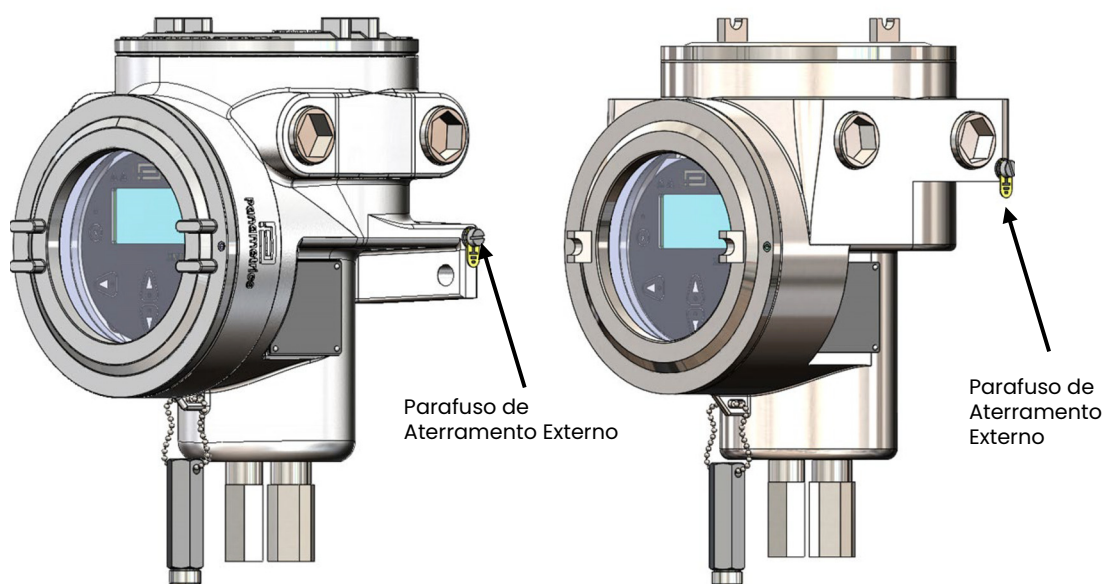
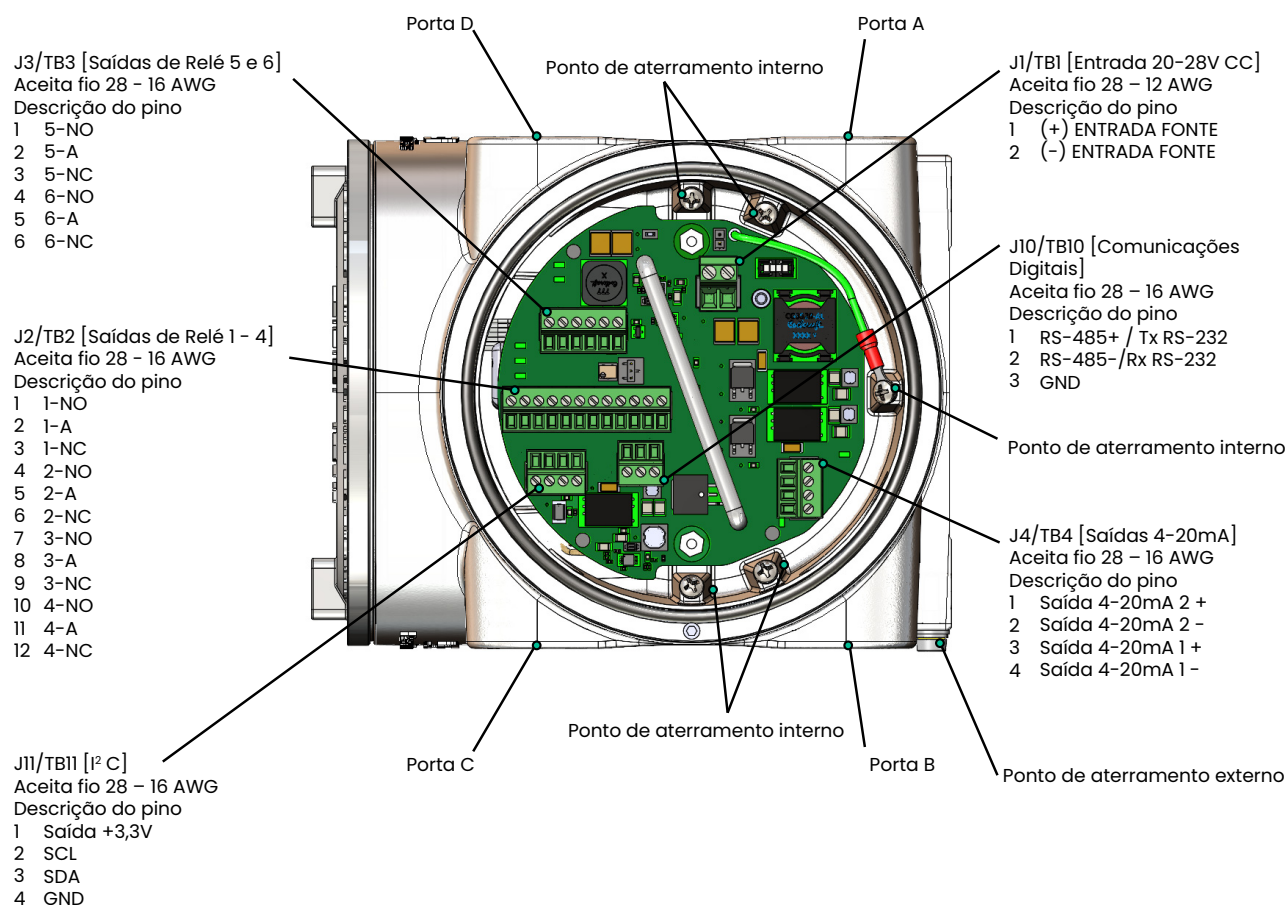

Figura 7: Locais do Parafuso de Aterramento Externo para as Versões de Alumínio e Aço Inoxidável do XMO2pro
Figura 8: Diagrama de Fiação
AVISO! O analisador XMO2pro deve ser devidamente aterrado. Conecte o parafuso de aterramento externo no invólucro do XMO2pro (veja Figura 7 abaixo) a um ponto de aterramento adequado.
Consulte *Figura 8* para a localização da porta e *Tabela 1* para os requisitos de comprimento do cabo da Fonte de Alimentação:
As conexões de fiação da entrada de alimentação de 24 VDC, saídas analógicas de 4-20 mA, saídas de relé e saídas de comunicações digitais são feitas nos blocos de terminais TB1, TB2, TB3, TB4 e TB10 dentro do XMO2pro (veja *Figura 7*). Para acessar este bloco de terminais, solte o parafuso de trava e remova a tampa. Em seguida, consulte *Figura 8* para a localização e designações de pino dos blocos de terminais TB1, TB2, TB3, TB4 e TB10.
4. Conecte os fios apropriados de acordo com o diagrama de fiação em Figura 8.
IMPORTANTE: O comprimento máximo do cabo para uma conexão RS485 é de 4000 pés (1200 m). Para conectar à porta serial, consulte *Figura 8* e execute as seguintes etapas: